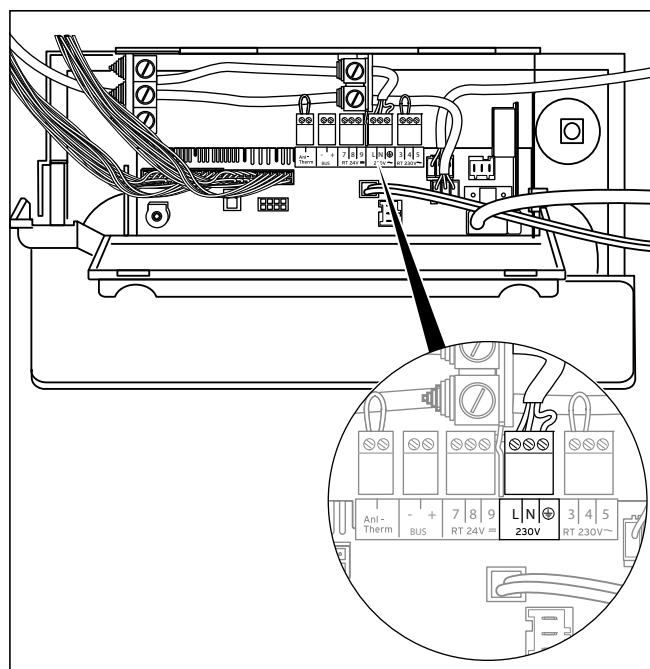

Fig. 5.11 Collegamento del cavo di alimentazione
- Collegare il cavo di alimentazione nella scatola di comando all'altezza dell'attacco, come illustrato in **fig. 5.11.**